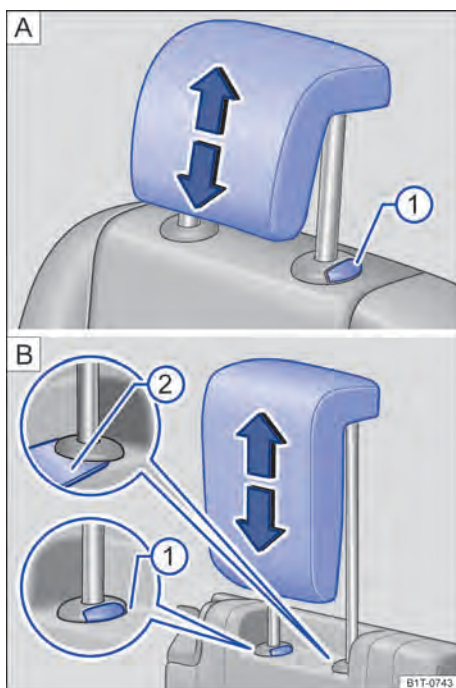

Fig. 101 Apoio para cabeça traseiro: desinstalar.
- Retirar totalmente o apoio para cabeça com o botão → Fig. 101 A1 pressionado.
- Se for o caso, para destravar, introduzir um objeto plano, por exemplo, um cartão de plástico → Fig. 101 B2, entre o revestimento do encosto do banco e a capa de cobertura da barra de guia do apoio para cabeça.
- Retirar completamente o apoio para cabeça com o botão → Fig. 101 B1 totalmente pressionado.
- Empurrar o apoio para cabeça para baixo com o botão → Fig. 101 ① pressionado.